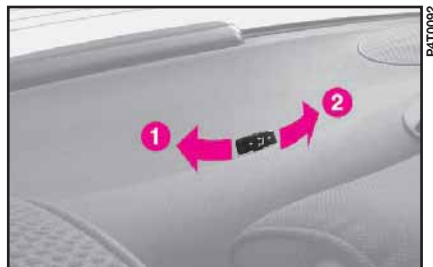

fig. 161
3) Gire la palanca situada en la repisa posterior debajo de la luneta (fig. 161) para desbloquear la cerradura de los respaldos: